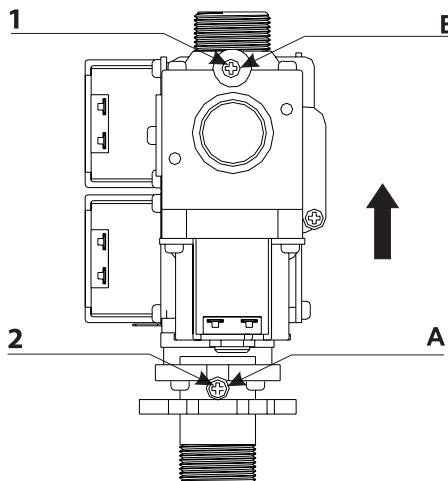

Рис. 20. Газовый клапан
- Открутите винт 1 и подключите газовый манометр к штуцеру замера давления газа «В» на выходе из газового клапана (см. рис. 20);